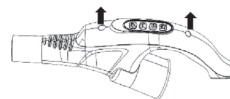

Рис. 3
- Для замены элемента питания выкрутите два крепёжных шурупа (рис. 3) и разберите ручку (5).
- Замените элемент питания CR2032, соблюдая полярность, соберите ручку (5) и закрутите крепёжные шурупы.